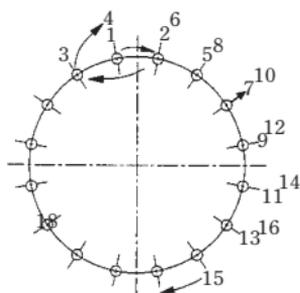

図2 追い締め付け
- (2) 標準トルクでの締め付けを1周行った後、最初に締め付けたナット(図2の1のナット)が手で回る場合には、1のナットおよび2のナットのみ再度標準トルク締め付けで締め付ける。